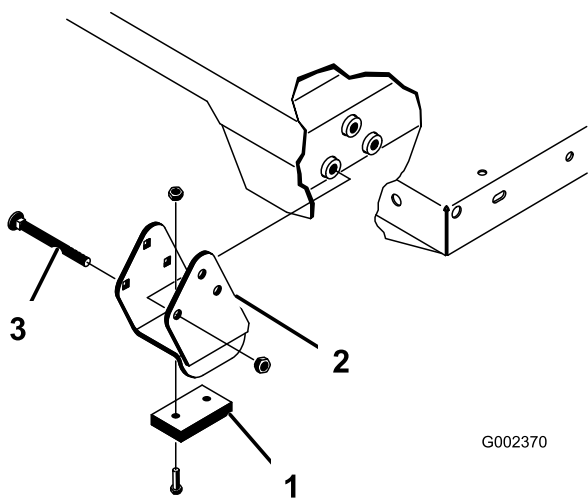

Figura 37
**Nota:** Asegúrese de instalar los espaciadores y las pletinas de desgaste (Figura 37) con las cabezas de los pernos de cuello cuadrado dentro de la máquina.
2. Coloque la plataforma con cuidado sobre el bastidor del vehículo, alineando los taladros de las placas de giro traseras con los taladros del bastidor e instale 2 pasadores con chavetas (Figura 37).
3. Con la plataforma bajada, fije cada varilla de cilindro a la ranura correspondiente de las chapas de montaje de la plataforma con un pasador y una chaveta. Inserte el pasador desde la parte exterior de la plataforma, con la chaveta hacia fuera (Figura 37). Las ranuras traseras son para la instalación de la plataforma completa, y las delanteras son para la instalación de la plataforma de 2/3.